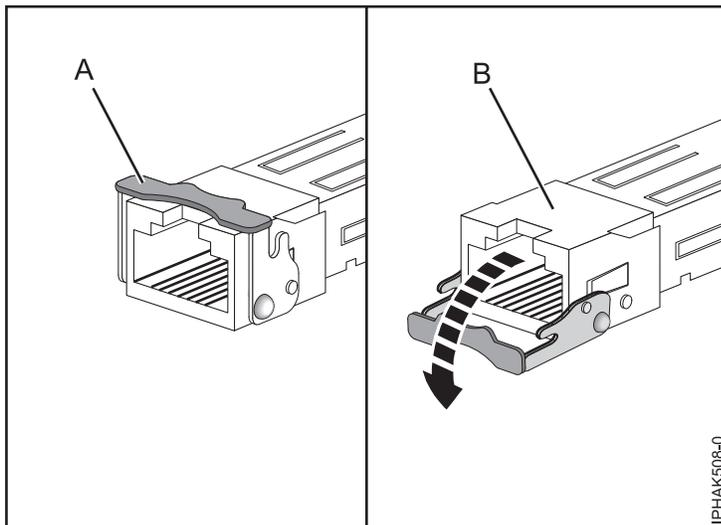

Abbildung 30. SFP-Transceiver aus Adaptern ausbauen
- b. Öffnen Sie die Verriegelung (A), indem Sie sie von der Karte weg nach unten drehen, wie in Abb. 30 dargestellt.
- c. Schieben Sie den Transceiver (B) aus dem Adapter.